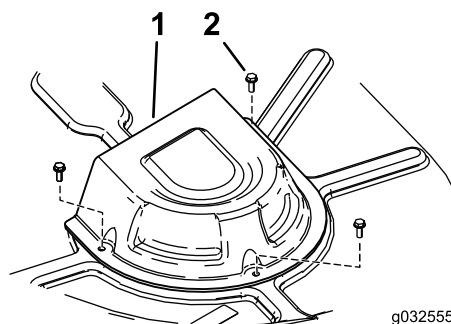

Figura 68
4. Togliete i coperchi delle pulegge (Figura 68).
8. Montate i coperchi delle pulegge (Figura 68).